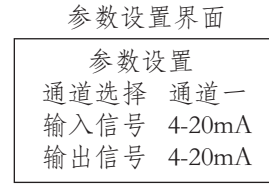

图4
1、在“菜单界面”下，按“”、“”或“”键移动光标，选择所需要设置的菜单，按“Enter”键进入该菜单“参数设置界面”，如图4所示；